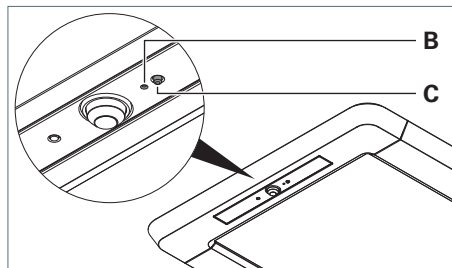
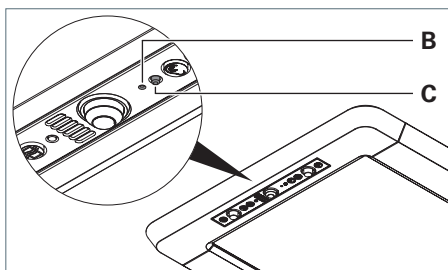

Fig. 26: Configurare l'elemento di comando, versione R.
Fig. 27: Configurare l'elemento di comando, versione RX.
- Premere il tasto nell'apertura **B** con la punta di una graffetta aperta, vedere Fig. 26 e vedere Fig. 27.
- Premere il tasto **C**, vedere Fig. 26 e vedere Fig. 27.
- Premere il tasto **C** e mantenerlo premuto, vedere Fig. 26 e vedere Fig. 27.